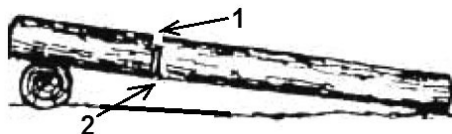

Рис. 11. Пропилы при раскрыжевке дерева на одной опоре
2. Бревно лежит на одной опоре (Рис. 11). Разгрузочный пропил (1) на 1/3 бревна делается сверху. Основной пропил (2) делается снизу навстречу разгрузочному пропилу.